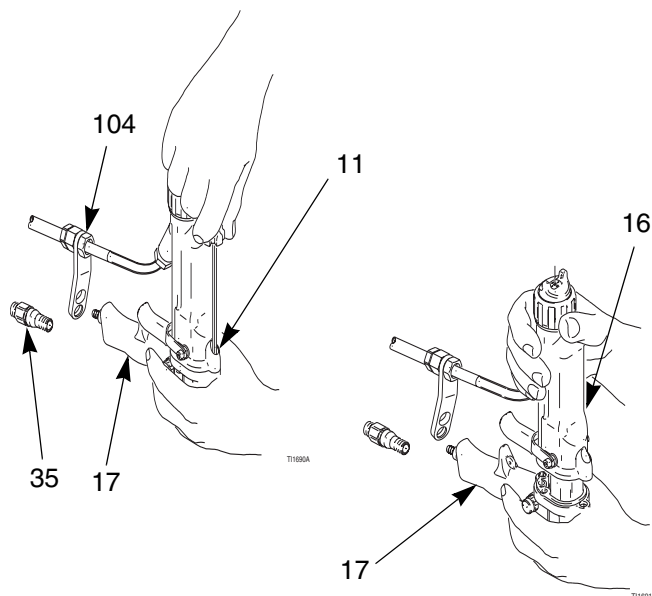

Fig. 28. Dépose du canon
4. Maintenir la poignée du pistolet (17) d'une main et tirer sur le canon (16) tout droit pour l'extraire de la poignée. Voir FIG. 28.